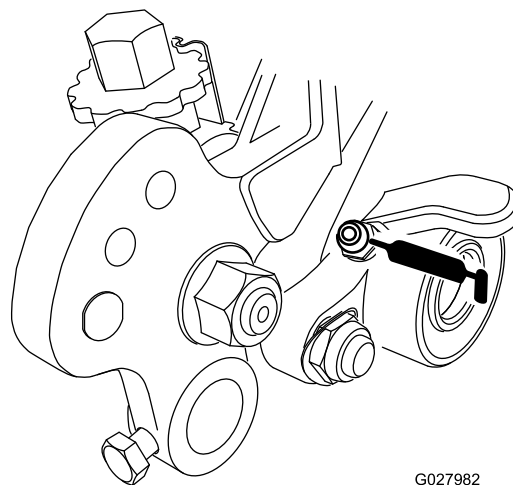
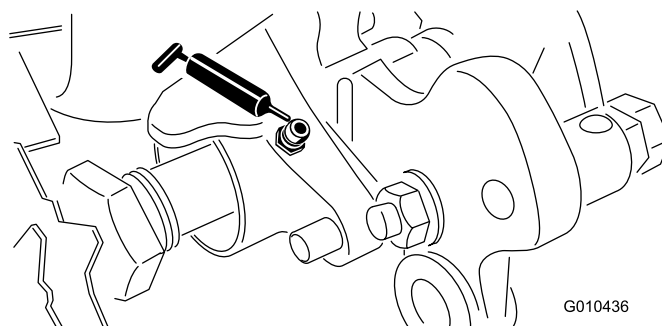

Figura 17
Figura 18
33. Lubrificate settimanalmente i cuscinetti del groomer (Figura 17 e Figura 18) o dopo ogni 10 ore di lavoro, prima di lunghi periodi di inutilizzo e immediatamente dopo ogni lavaggio. Pompate il grasso nei raccordi finché il grasso fuoriesce sull'albero del groomer.